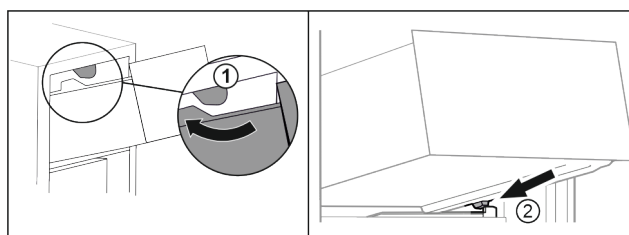

Fig. 27
- Vedte zásuvku podél horních zarážek. Fig. 27 (1)
- Nasadte zásuvku šikmo za dolní zarážky na žebrování na nádoby. Fig. 27 (2)